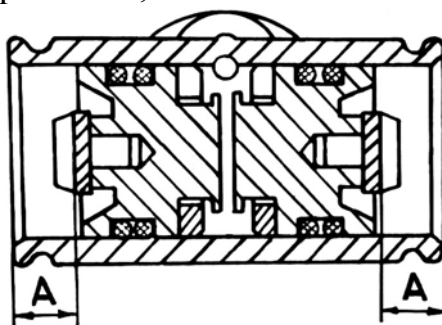

Рис. 7.22. Расположение упорного кольца: $A=10,5-11,5$ мм
– проверить расположение прорези упорного кольца автоматической регулировки, которая должна быть в вертикальной плоскости. Глубина установки упорного кольца в колесном цилиндре должна соответствовать значению, указанному на рис. 7.22;